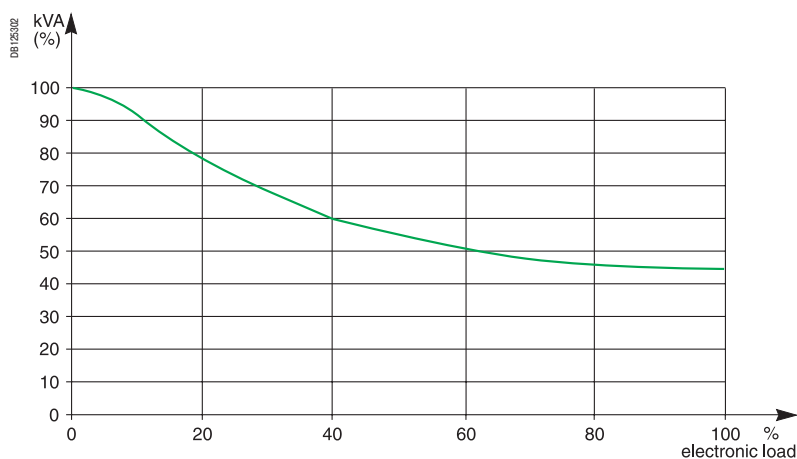

Рис. 9 - коэффициент снижения параметров для трансформатора, питающего электронные нагрузки
■ Нижеприведённая кривая (рис. 9) иллюстрирует типичный случай снижения рабочих параметров трансформатора, питающего электронные нагрузки.